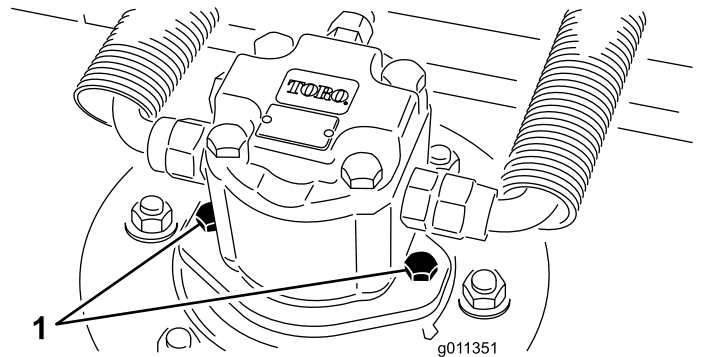

Figura 124
2. Deconectai i scoateți motorul hidraulic din unitatea de tăiere (Figura 124). Acoperii partea superioară a axului pentru a preveni contaminarea.
3. Montai motorul hidraulic la unitatea de tăiere (Figura 124). Asigurai-vă că garnitura inelară este fixată și nu prezintă deteriorări.